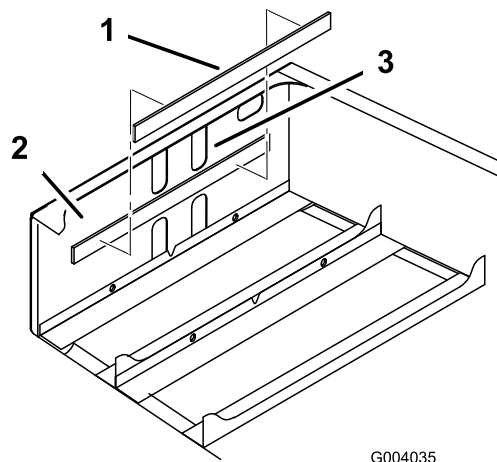

Figure 5
3. Retirez la bande adhésive au dos de la cale et placez la cale sur la face intérieure avant du cadre arrière (Figure 5).
Remarque: La cale doit se trouver à environ 6 mm en dessous du bord inférieur des découpes supérieures (Figure 5).